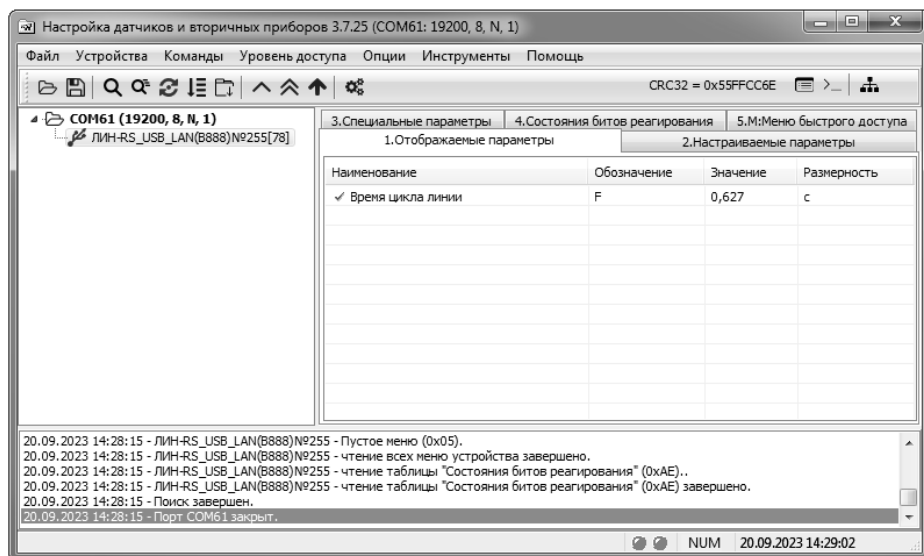

Рисунок 48 – Окно программы «Настройка датчиков и вторичных приборов»
3.16.7 Если подключение выполнено верно, программа установит связь с адаптером (рисунок 48). В левой части окна программы отобразится найденное устройство. Появятся вкладки с параметрами адаптера.